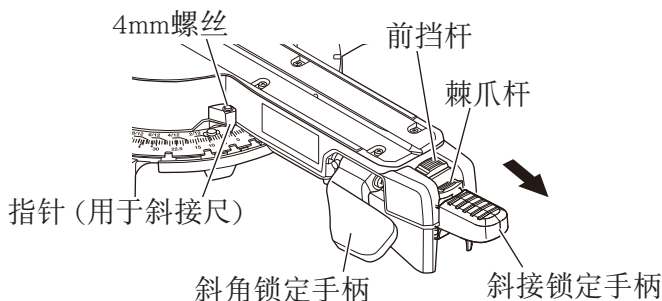

图 16
滑动复合式斜口锯的斜接尺会显示从 $0^{\circ}$  到 $45^{\circ}$  的左右斜切角度，易于读取。斜口锯工作台有九种最常见的角度设定，前挡块分别位于 $0^{\circ}$  、 $15^{\circ}$  、 $22.5^{\circ}$  、 $31.6^{\circ}$  和 $45^{\circ}$  的位置。此类前挡块可准确快速地将刀片定位在所需的角度的。遵循以下过程，进行最准确快速的调整。（图 16）
- (1) 向上推斜接锁定手柄，释放回转台。
- (2) 向下推前挡杆直至搭上棘爪杆，以释放“前挡块”。
(3) 旋转回转台，并将指针设定为与所需的斜接尺角度对齐。此时，当使用前挡块功能时，如图 16所示，在所需角度附近沿箭头方向拉动棘爪杆将其释放，并通过前挡块功能移动回转台，将其固定到所需的角位置。
棘爪杆 (图 16)